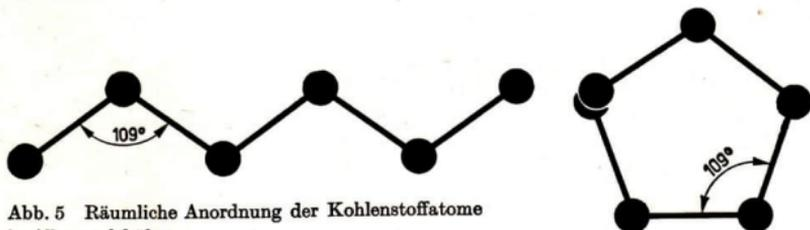

Abb. 5 Räumliche Anordnung der Kohlenstoffatome in Alkanmolekülen
Die räumliche Anordnung der Atome in den Alkanmolekülen wird durch den tetraedrischen Valenzwinkel bestimmt. Die Kohlenstoffketten der Alkane können daher nicht geradlinig sein, sondern sie bilden Zickzackformen. Dabei können die Kohlenstoffketten entweder gestreckt sein oder sich der Form von Ringen nähern. Ringsysteme aus fünf oder sechs Kohlenstoffatomen sind auf Grund des tetraedrischen Valenzwinkels besonders stabil (Abb. 5). ⑥